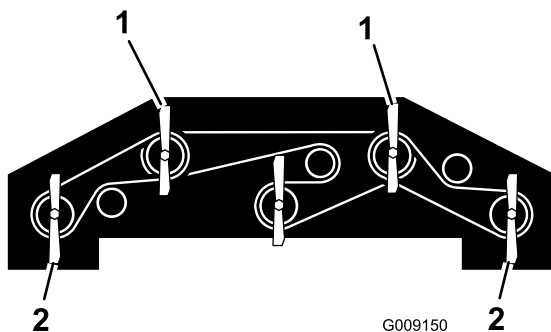

図 93
- 前デッキのブレード2枚とウイングレットのブレードを前後方向に向ける (図 93)。